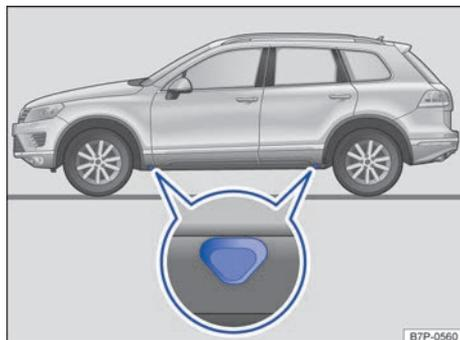

Fig. 267 Puntos de apoyo para el gato.
Coloque el gato únicamente en los refuerzos de los bajos del vehículo que se encuentran detrás de las marcas que hay en la carrocería → fig. 267. El punto de apoyo válido es el que se encuentra junto a la rueda correspondiente → ⚠.
6. Busque debajo del vehículo el punto de apoyo para el gato → fig. 267 que se encuentre más próximo a la rueda que haya que cambiar.